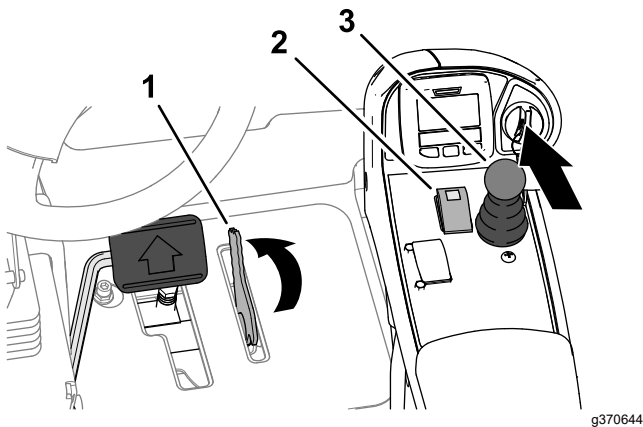

Рисунок 169
3. Переведите рычаг ограничителя скорости скашивания вперед в положение СКАШИВАНИЯ (Рисунок 169).